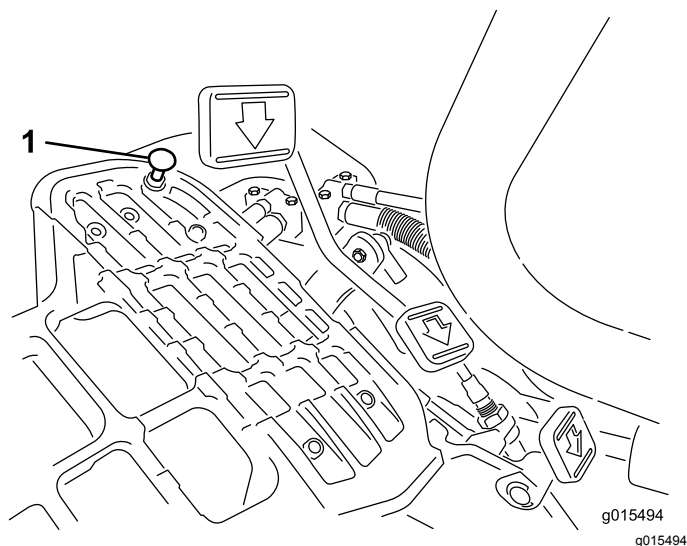

图50
向下踩驱动踏板。如果在拉线感到张紧力之前、踏板接触到限位器**图50**、则需要进行调整
1. 松开将踏板限位器固定到底板上的凸缘头锁紧螺母**图50**。